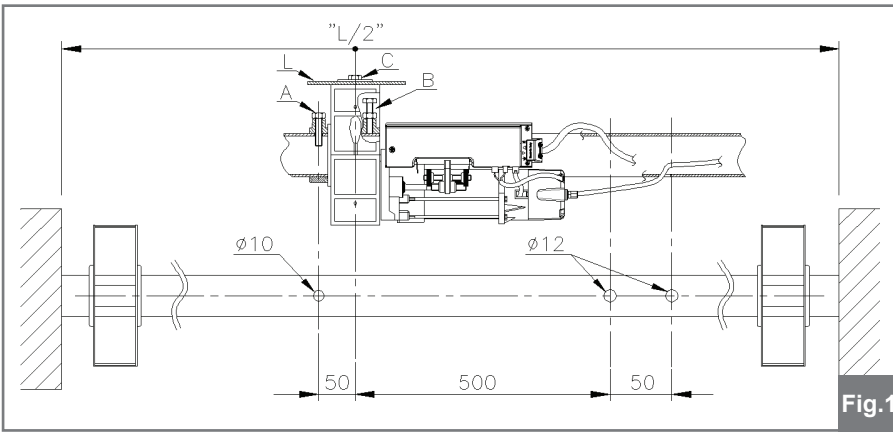
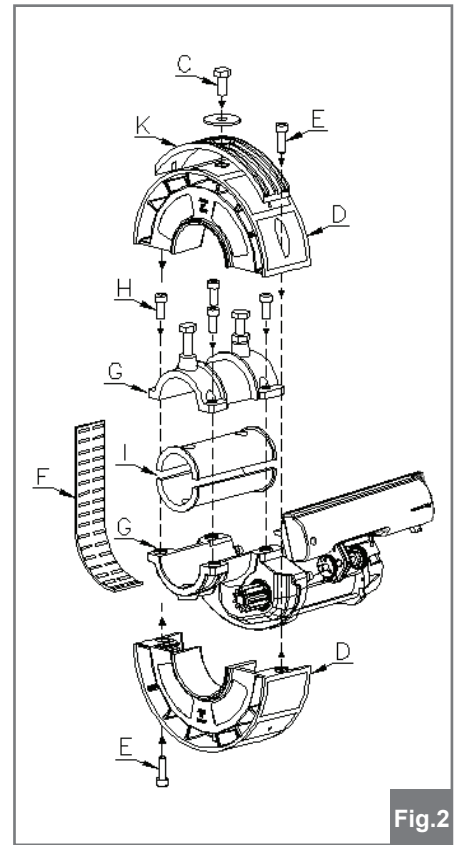
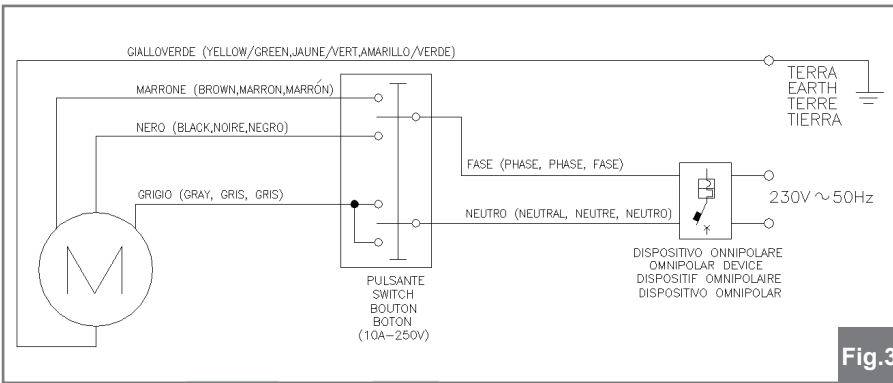

Fig.1
Fig.2
Fig.3
- 2) Efectuar sobre el eje o tubo del cierre metálico los tres taladros como muestra la fig.1.
- 3) Extraer el tornillo M10 (C) de la corona del motorreductor.
- 4) Desmontar la corona (D) desatornillando los dos tornillos M8 (E) como muestra la fig.2.
- 5) Extraer con delicadeza la faja de plástico con rodamiento (F) evitando fuertes pliegues que causen la caída de los rodamientos (Fig.2).
- 6) Separar los dos elementos del motorreductor destornillando los cuatro tornillos M8 (H).
- 7) En el caso de que la barra del cierre sea inferior a 60mm utilizar los mandos de reducción existentes Ø33 / Ø42 / Ø48 (I) a tal efecto, posicionandolos con referencia al agujero de diametro 10mm efectuado previamente (Fig.1).
- 8) Ensamblar sobre el eje del cierre metálico el cuerpo inferior con el superior a través de los cuatro tornillos M8 (H) que se quitaron previamente.
- 9) Atornillar el tornillo M10 (A) sin la tuerca
- 10) Atornillar el tornillo M10 con tuerca (B), de tal modo que se bloquee el motorreductor en la barra y apretar la mencionada tuerca.
- 11) Colocar en el lugar correspondiente la faja de plástico con rodamiento (F)
- 12) Colocar las semicoronas (D) apretándolas con los dos tornillos M8. En el caso de tambor portamuelle diametro 220 mm es necesario montar el espesor de plástico (K) sobre la corona del motor.
- 13) Efectuar un taladro de 12mm en el último elemento del cierre metálico (L) en correspondencia del taladro fileteado M10 ya existente sobre la corona del motor.
- 14) Llevar el último elemento del cierre metálico sobre el motor y fijarse en él a través del tornillo M10 (C) con arandella (Fig. 1).
- 15) Llevar a cabo las conexiones eléctricas como muestra la fig.3 pasando el cable 4x0.75 mm² situado en el interior de la barra del cierre evitando cualquier contacto con las partes giratorias. En presencia de motor con electrofreno, introducir la funda del freno dentro del segundo taladro Ø12 (Dejar el cable sin curvas pronunciadas).
- 20) En el caso de una instalación contraria respecto a la fig.1, actuar en modo contrario a todo lo aquí descrito ya que el microinterruptor 2 parara la bajada mientras el microinterruptor 1 parara la subida.
- 2) Efetue no veio da grade de enrolar os três orifícios mostrados na fig. 1.
- 3) Remova o parafuso M10 (C) da coroa do motorreductor (ver fig. 2).
- 5) Remova cuidadosamente a correia de rolos (F) evitando dobragens que poderiam ocasionar a saída dos rolos, não dobre no sentido contrário (ver fig. 2).
- 6) Separe os dois elementos do motorreductor (G) desaparafusando os quatro parafusos M8 (H).
- 13) Faça um orifício de 12 mm no último elemento da grade de enrolar (L) em correspondência com o furo roscado M10 já existente na coroa do motorreductor.
- 14) Coloque o último elemento da grade de enrolar no motorreductor e fixe-o com o parafuso M10 (C) com anilha (ver fig. 1).
- 15) Execute as ligações elétricas mostradas na fig.3 passando o cabo de alimentação 4x0,75 mm² fornecido, por dentro do veio da grade de enrolar evitando qualquer contacto com as partes móveis (fig. 1). Em caso de motorreductor com travão elétrico, insira a bainha do travão dentro do outro orifício de Ø12 (evite de qualquer maneira criar dobras no cabo e fazê-lo executar curvas muito acentuadas no seu percurso até ao chão após o tubo).
- 20) No caso de instalação contrária em relação à fig. 1 agir de forma inversa ao que é descrito, visto que o microinterruptor 2 irá parar a descida enquanto o microinterruptor 1 irá parar a subida.